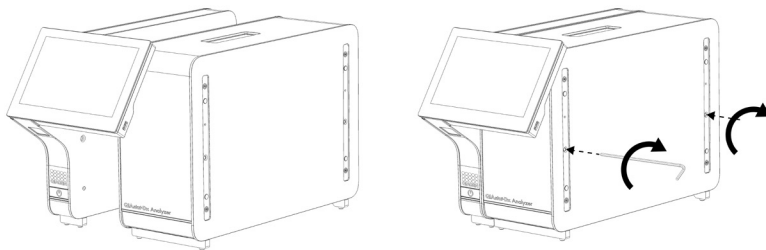

図 6. 操作モジュールを分析モジュールに取り付ける。
- 操作モジュールを箱から取り出し、分析モジュールの左側に取り付けます。QIAstat-Dx Analyzer 1.0 に同梱の分析-操作モジュールアセンブリーツールを使用してネジを締めます (図 6)。